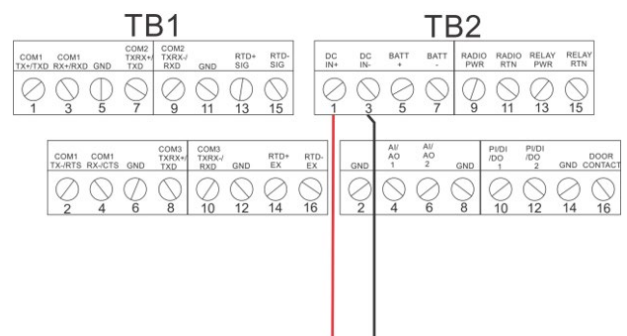

Figura 8. Cablaggio ad alimentazione c.c.
- Inserire e fissare ciascuna estremità spellata del filo nel relativo connettore (vedere Figura 8).